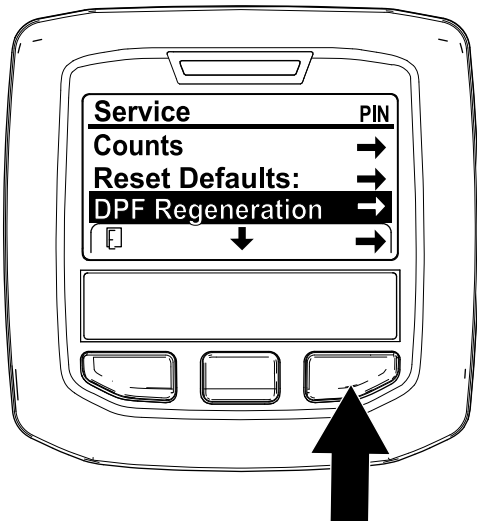

Figure 32
1. Ouvrez le menu Entretien, puis appuyez sur le bouton central pour naviguer jusqu'à l'option RÉGÉNÉRATION DU FAP (Figure 32).
2. Appuyez sur le bouton droit pour sélectionner l'option Régénération du FAP (Figure 32).